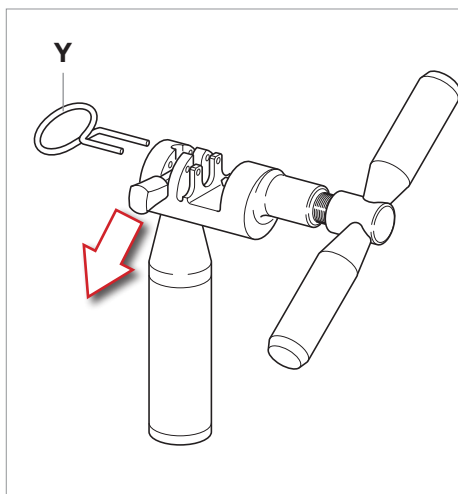

Fig.15
- Preparate l'utensile **UT-CN400**, posizionando la linguetta in modalità di chiusura (Y - **Fig. 15**).